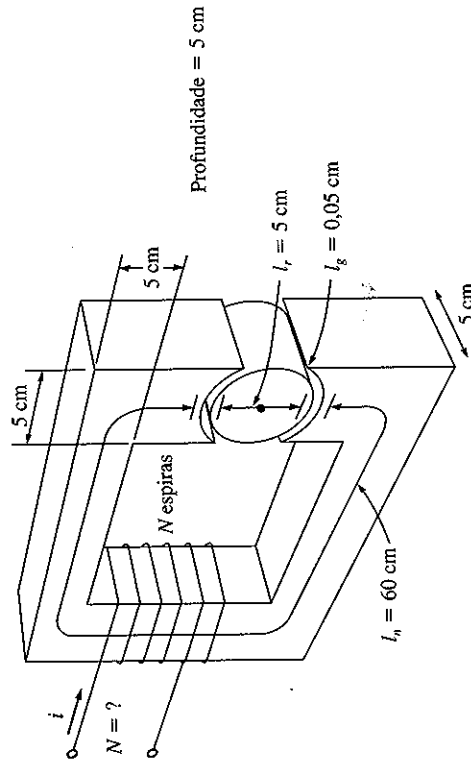

**FIGURA P1-11**
- 1.14 Um núcleo magnético de duas pernas e um entreferro está mostrado na Figura P1-11. A profundidade do núcleo é 5 cm, o comprimento do entreferro do núcleo é 0,05 cm e o número de espiras no núcleo é 1.000. A curva de magnetização do material do núcleo está mostrada na Figura P1-9. Assuma um incremento de 5% na área efetiva do entre-